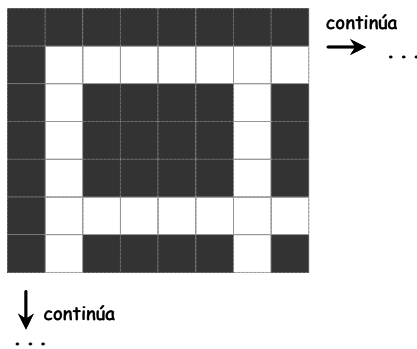
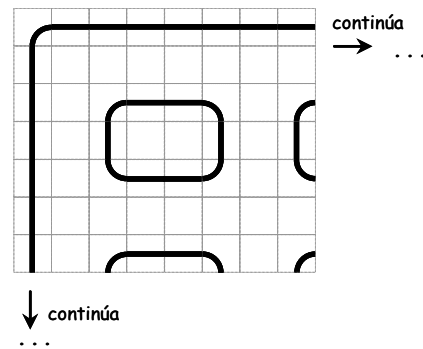
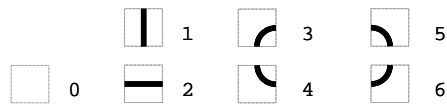

Figura 15.4: Paredes rellenas con un sólo color
Figura 15.5: Paredes rellenas con dibujos
Figura 15.6: Tipos de celdas para pintar las paredes del laberinto
En la figura 15.4 se muestran las paredes como están ahora. Para no dibujar el campo de juego entero, sólo se muestra la esquina superior izquierda. En la figura se ha escogido el negro como pared y el blanco como pasillo, pero cualquier otra combinación de colores es válida. En la figura 15.5 se muestra el diseño cuadrículado que dibujaría bordes redondeados. Este diseño sería similar al de la versión de las máquinas recreativas (figura 15.1), aunque en el dibujo se ha escogido una combinación de colores distinta para facilitar la visualización.
Observando la figura 15.5 podemos ver que hay siete tipos de celdas para pintar la pared. Estas celdas se muestran en la figura 15.6. Recordemos que en nuestro diseño las celdas son de 16x16, por lo tanto, las formas circulares aparecerán un poco pixeladas, igual que lo era la imagen del *pac-man*. El ancho de la línea puede ser de dos píxeles y estarán centrados en la cuadrícula.
Por tanto se podría crear una memoria ROM que tuviese las imágenes de los tipos de celda de las paredes del laberinto. Los tipos de celda a pintar se pueden reducir a dos, ya que el tipo cero (figura 15.6) no necesita memoria; los tipos uno y dos, son el mismo dibujo cambiando filas por columnas; y los tipos tres, cuatro, cinco y seis, son el resultado de distintos cambios de filas y columnas (similar a las del dibujo del *pac-man* visto en el apartado 15.4). Puedes elegir lo que te sea más fácil: incluir en la ROM dos tipos de celdas y hacer cambios de filas y columnas, o incluir seis tipos de celdas.
Las celdas que son de pasillo se pueden dejar como de tipo cero (figura 15.6). Lo peor de este método es que requiere hacer a mano la ROM cada vez que se crea un nuevo laberinto.
- Otra alternativa similar a la anterior es crear una única memoria ROM para el laberinto y el tipo de pared. Bastaría simplemente con incluir un tipo de celda más que fuese "pasillo". Con esto tendríamos ocho tipos de celdas (recuerda la figura 15.6), que justamente cabrían en un byte.
Para terminar, se pueden crear paredes del laberinto más sofisticadas con muy poco coste, ya que sólo se necesitan unos pocos tipos de celdas. En vez de los sencillos dibujos de la figura 15.6 se pueden crear celdas con tres colores y más profundidad de color.